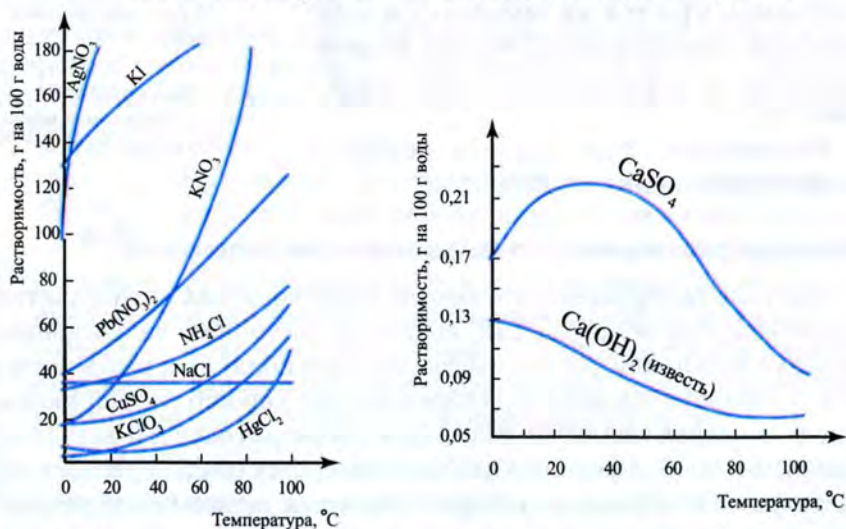

Рис. 24. Зависимость растворимости некоторых твердых веществ от температуры
Согласно принципу Ле Шателье, в тех случаях, когда вещества растворяются с *поглощением энергии* (эндотермический процесс), повышение температуры *увеличивает* их растворимость (растворение нитратов калия, свинца, сульфата меди(II) и др.). Это характерно для большинства твердых веществ (рис. 24). Если же вещества растворяются с *выделением энергии* (экзотермический процесс), то повышение температуры *уменьшает* их растворимость (растворение некоторых солей лития, кальция, магния, алюминия, гашеной извести).